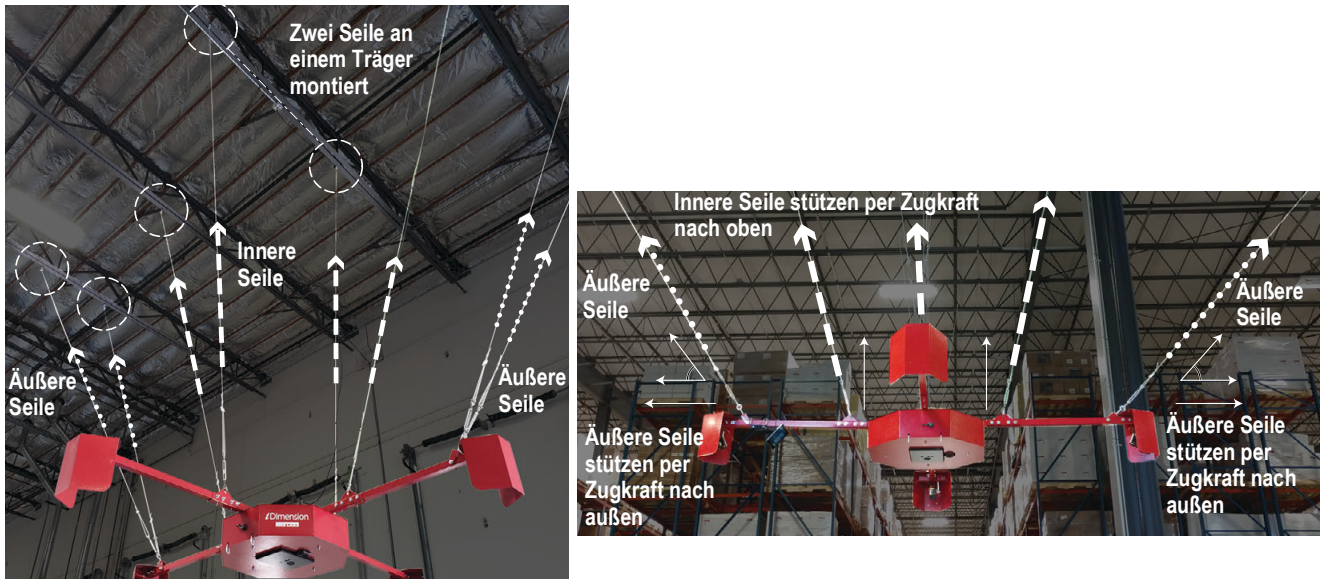

Abbildung 2. iDimension-Seile
12. Stellen Sie, wie in Abbildung 2 auf Seite 2 beschrieben, die Spannschlösser auf eine gleichmäßige, entgegengesetzte Spannung ein, um das Volumenmesssystem entsprechend zu stützen. Das äußere Seil sorgt für Stabilität.